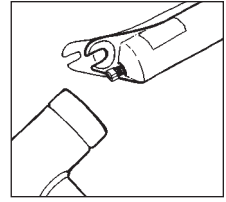

Fig. 6
6. Lösen Sie die Führungs-Schrauben um ein paar Umdrehungen und schlagen Sie kräftig mit einem Gummihammer auf die Schrauben, um die Führungsstangen im unteren Rohr zu lösen (s. Abb. 6). Entfernen Sie die Schrauben. Unten aus dem unteren Rohr läuft Öl aus dem Hydracoil/Free Valve System aus, wenn Sie die Führungs-Schrauben entfernen. Fangen Sie das Öl mit der Ölwanne auf.